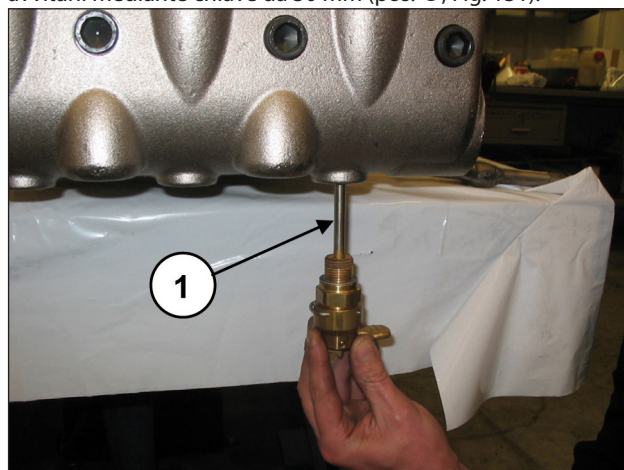
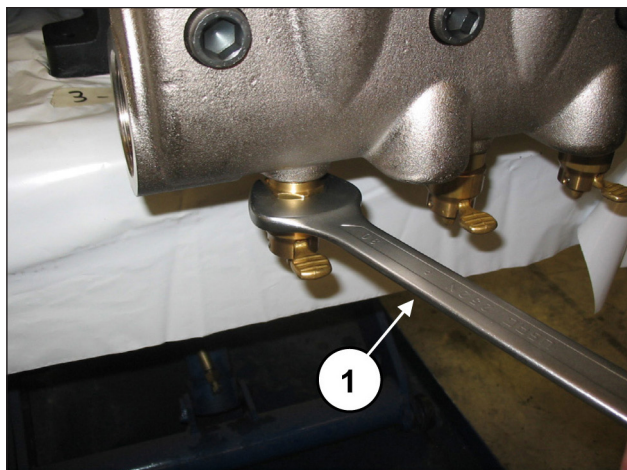

Fig. 130
Fig. 131
Applicare i dispositivi apertura valvole (pos. ①, Fig. 130) ed avvitarli mediante chiave da 30 mm (pos. ①, Fig. 131).